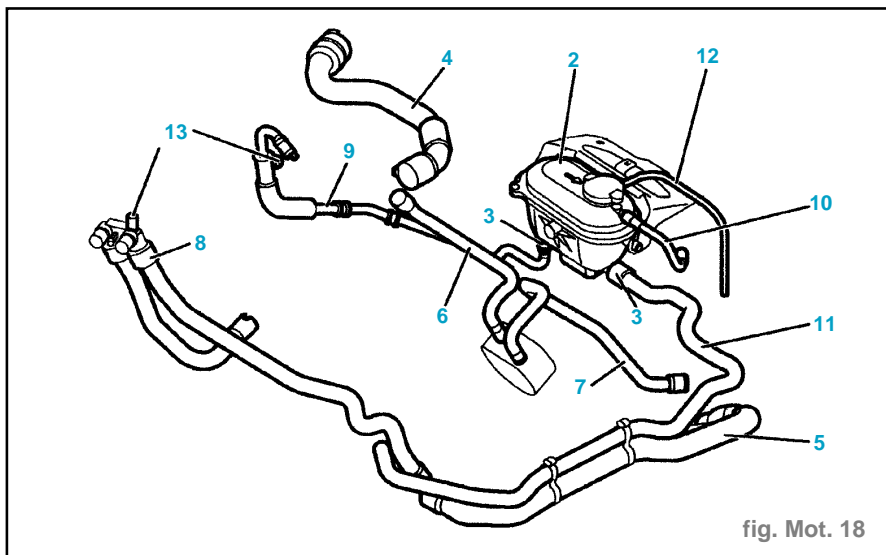

fig. Mot. 18
- Les niveaux maxi et mini de liquide de refroidissement sont matérialisés par 2 index (1) à l'intérieur de la boîte.
- Composition du circuit de refroidissement : (fig. Mot. 18)
- boîte de dégazage (2) équipée de 2 embouts encliquetables (3),
- tuyau entrée radiateur (4),
- Tuyau sortie radiateur (5),
- tuyau boîtier sortie d'eau/échangeur (6),
- tuyau échangeur/radiateur (7),